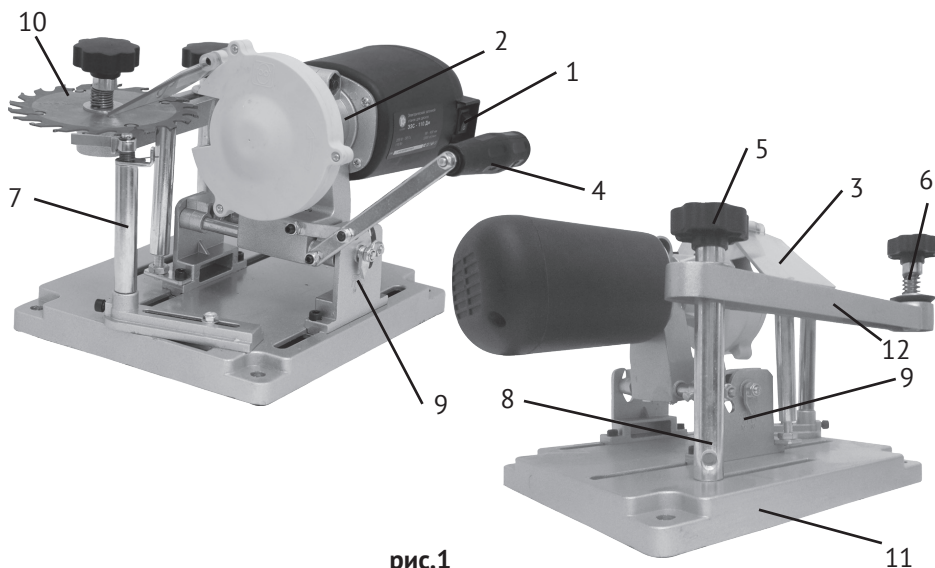
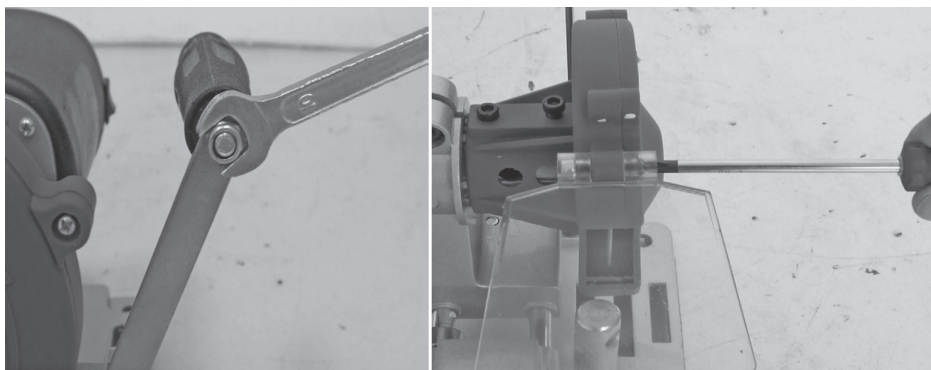
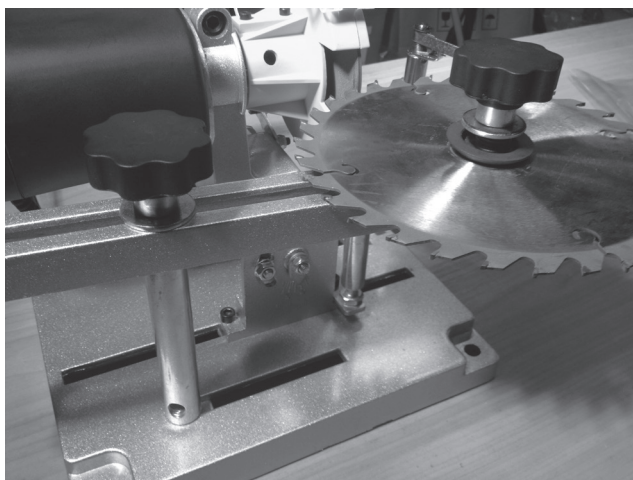
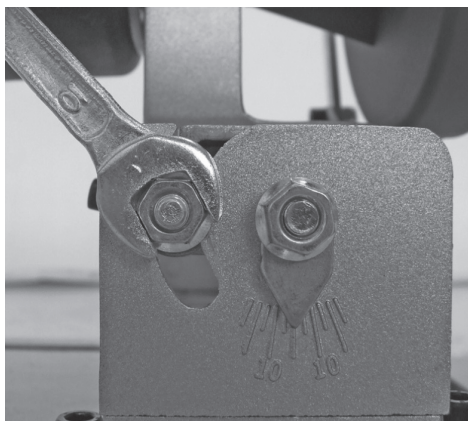

рис.1
рис.2
рис.3
рис.7
1.3 Заточный станок состоит из заточного блока с электродвигателем (рис.1 поз.2), поворотного кронштейна (рис.1 поз.12) для установки диска (рис.1 поз.10) и основания (рис.1 поз.11). В пластиковом корпусе расположен силовой блок, который включает в себя электронную плату – выпрямитель и коллекторный двигатель постоянного тока. Для стационарного закрепления станка на верстаке (стол) шурупами или болтами, в основании имеются 4-е монтажных отверстия. Крутящий момент с якоря электродвигателя через соединительную муфту передаётся на шпиндель. Между опорным и зажимным фланцами, на шпинделе (гайкой М10) крепится заточный круг.
1.4 Выключатель (рис.1 поз.1) расположен сбоку на корпусе двигателя.
- установите защитный экран (рис.1 поз.3) и рукоятку поперечного перемещения заточного блока (рис.1 поз.4), как указано на рис.2;
- открутите и снимите прижимной блок пильного диска (рис.1 поз.6), расположенный на кронштейне подачи (рис.1 поз.12). Прижимной блок состоит из фиксатора-гайки, шайбы, пружины и прижимной конусной шайбы. Установите заточиваемый диск (рис.1 поз.10), как показано на рисунке (рис.3), и зафиксируйте его с помощью прижимного блока.
- придать станку устойчивое положение, при необходимости закрепить основание (рис.1 поз.11) на верстаке (столе);
- открутите фиксатор-гайку (рис.1 поз.5) кронштейна подачи пильного диска;
- отрегулируйте продольное положение заточного блока (рис.1 поз.2);
Для этого необходимо шестигранным ключом (входит в комплект поставки) открутить четыре прижимных винта, освободив две крепёжные пластины. Теперь заточный блок можно перемещать вдоль направляющих пазов основания. При заточке пильных дисков небольшого диаметра, заточный блок подаётся вперёд, в сторону вспомогательного ограничителя-упора (рис.1 поз.7). При работе с пильным диском большого диаметра, заточный блок подаётся назад, в сторону расположения электродвигателя станка. Выставив нужное положение заточного блока, надёжно закрепите прижимные винты.
- установите опорный цилиндр (рис.1 поз.8) как можно ближе к затачиваемому зубу и отрегулируйте его высоту контргайкой, расположенной на цилиндре (рис.4). Опорный цилиндр предназначен для устойчивого позиционирования пильного диска в момент заточки его зубьев;
- с помощью рукоятки поперечного движения (рис.1 поз.4) подведите заточной блок к затачиваемому пильному диску. Расположите позиционированный зуб пильного диска таким образом, чтобы его затачиваемая поверхность плотно прилегала к боковой поверхности заточного круга (рис.5);
- удерживая зуб пильного диска в плотном контакте с заточным кругом, установите вспомогательный ограничитель-упор (рис.1 поз.7) таким образом, чтобы пластина ограничителя-упора, усилием пружины, плотно прижималась к боковой поверхности одного из свободных зубьев диска. Кронштейн ограничителя-упора фиксируется в
- рукояткой (рис.1 поз.4) переместите заточный блок в направлении пильного диска и заточите позиционированный зуб. Завершив заточивание, отведите заточный блок от пильного диска;
2.4.1 Станок обладает возможностью регулировки угла наклона заточного блока относительно вертикальной оси от 0 до 25 градусов. Для этого необходимо открутить две фиксирующие гайки, расположенные с двух сторон на кронштейнах крепления заточного блока к основанию (рис.7). Повернув заточный блок на нужный угол по проградуированной шкале (рис.1 поз.9), зафиксировать его гайками.